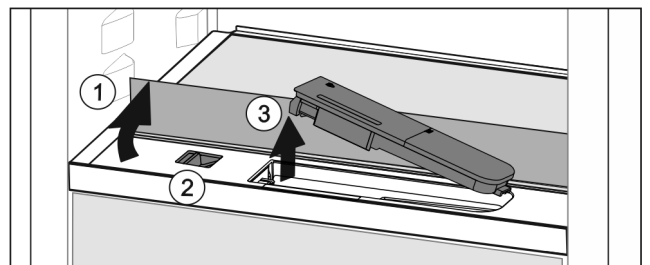

Fig. 127
- ▶ Levante la plancha de cristal y pliéguela hacia detrás hasta que haga tope *Fig. 127 (1)*.
- ▶ Desplace el control deslizante *Fig. 127 (2)* hacia la izquierda.
- ▶ Retire el depósito de agua *Fig. 127 (3)*.